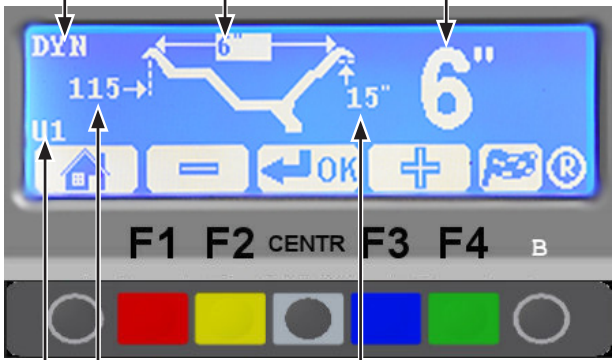
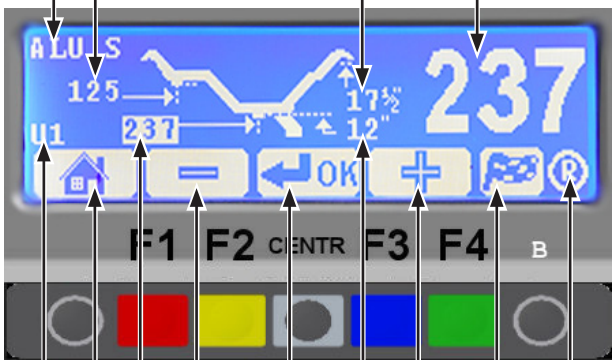

Fig. 86
Fig. 87
2. il display visualizzerà il valore selezionato su sfondo bianco e a destra lo stesso valore con caratteri grandi (Fig. 86 e Fig. 87);